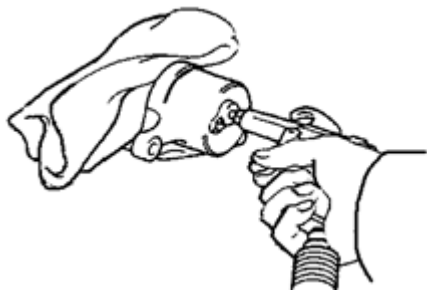

图 3—16
13) 拆卸活塞油封。用螺丝刀从制动钳中取下油封，如图3—17所示。